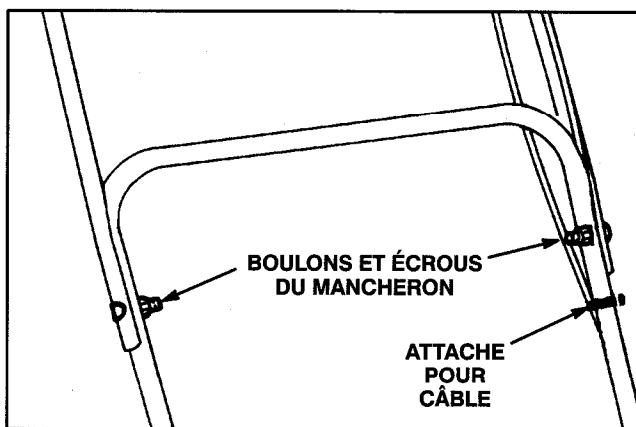

Figure 2
6. **GUIDON SUPÉRIEUR** (Fig. 2) – Assujettir les guidons supérieur et inférieur avec les boulons et écrous de guidon. Les écrous doivent se trouver à l'intérieur du guidon.
8. Assujettir les câbles de commande sur le côté gauche du mancheron à l'aide d'un serre-câble (Fig. 2).